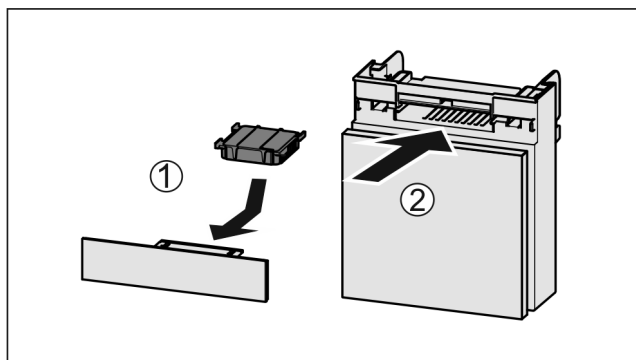

Fig. 128
- ▶ Umetnite filtara s aktivnim ugljenom kao što je prikazano na slici Fig. 128 (1).
- ▶ Umetnite pretinac Fig. 128 (2).